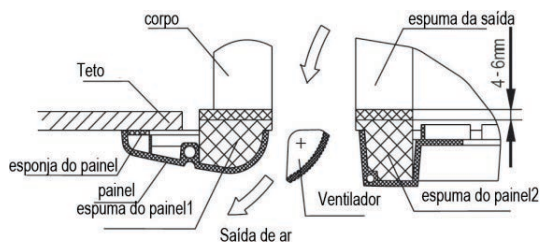

Fig.1-11
- Aperte os parafusos sob os ganchos do painel, até que a espessura da esponja entre o corpo e a saída do painel seja de 4-6mm. A extremidade do painel deverá ficar em contacto com o teto. (Consulte a Fig. 1-11)